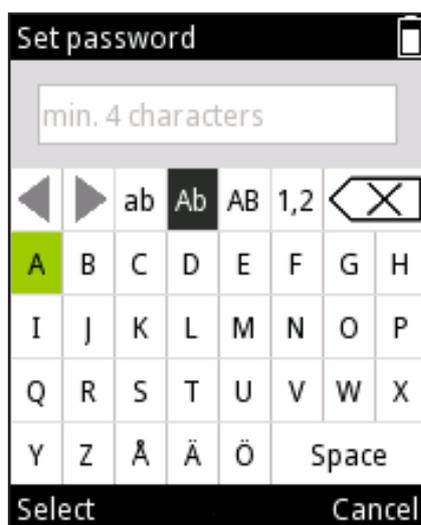

图 D47.
4. 利用 virtual keypad (虚拟键盘) 设置密码 (图 D47)。准备就绪时, 按下  (Done (完成))。